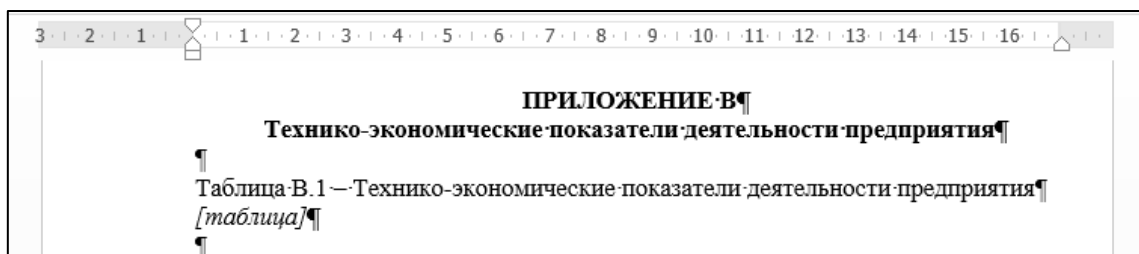

Рисунок 2.12 – Пример заголовка таблицы в приложении
3) таблица в приложении (рисунок 2.12).